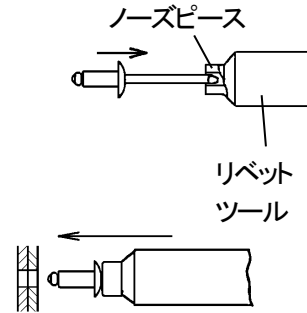

図5-2
- (1) レイジータングロックを外し、ツールを伸ばしてください。
- (2) ノーズピースにマンドレルを差し込んで、リベットを装着してください。その後、母材下穴にリベットのボディを挿入してください。(図5-2)